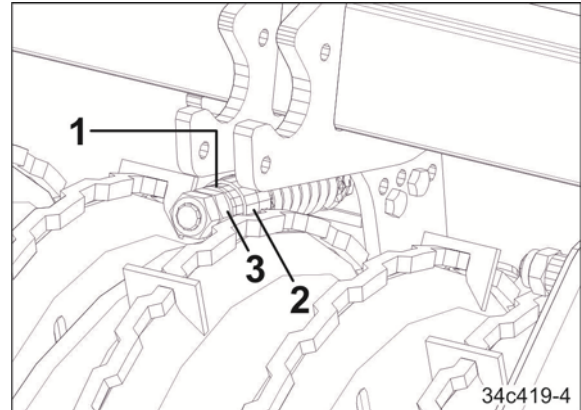

Bild 165
2. Sätt in 1 till 2 utjämningsbrickor (Bild 165/1) mellan hylsan (Bild 165/2) och sexkantsmuttern (Bild 165/3).